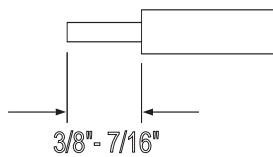

Figure 6
4. Strip black and white wire leads to expose 3/8"-7/16" of bare metal. See Fig. 6 Insert romex through strain relief bushing and tighten screws to secure.
4. Dénuder les fils noir et blanc sur 3/8 po à 7/16 po. Voir la Fig 6 Insérer le câble romex dans la baque anti-traction puis visser les vis afin de solidifier.
4. Pele las puntas de los cables blanco y negro para exponer de 3/8" a 7/16" (9.5 mm a 11 mm) del metal. Ver fig 6. Inserte el romex a través del sujetador de cable y apriete los tornillos para asegurar. para que estén fuera del medio, gire la cubierta del canal de alambrado hacia arriba en posición.